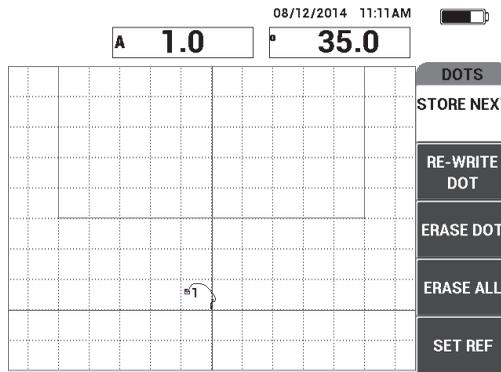

Figura 6-40 Primer punto registrado
6. Seleccione **STORE NEXT** (tecla de función A) para registrar el primer punto. Ver la Figura 6-40 en la página 166.